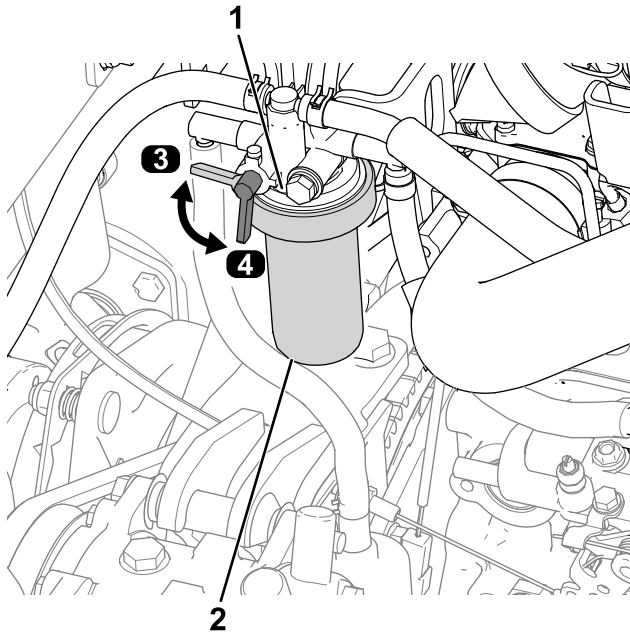

Figura 57
1. Gire la palanca de la válvula de combustible a la posición de CERRADO (Figura 57).
2. Limpie la zona alrededor de la cabeza del filtro de combustible (Figura 57).
3. Retire el filtro y limpie la superficie de montaje de la cabeza del filtro (Figura 57).
6. Gire la palanca de la válvula de combustible a la posición de ABIERTO (Figura 57).